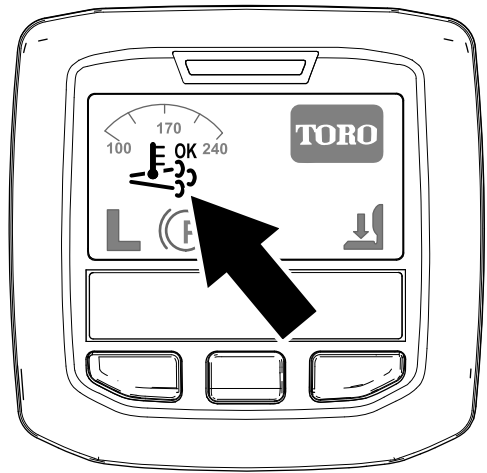

Figura 44
- Aparece el icono de regeneración de asistencia/restablecimiento en el InfoCenter (Figura 44).